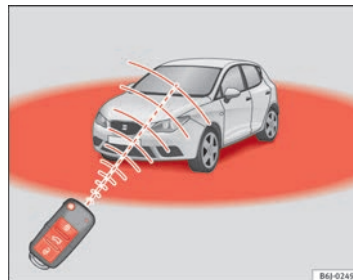

Fig. 47 Périmètre d'action de la radiocommande
D'autre part, le témoin de la pile de la clé $\Rightarrow$ fig. 47, clignotera.
- La radiocommande fonctionne uniquement lorsque vous vous trouvez dans son périmètre d'action → fig. 47.